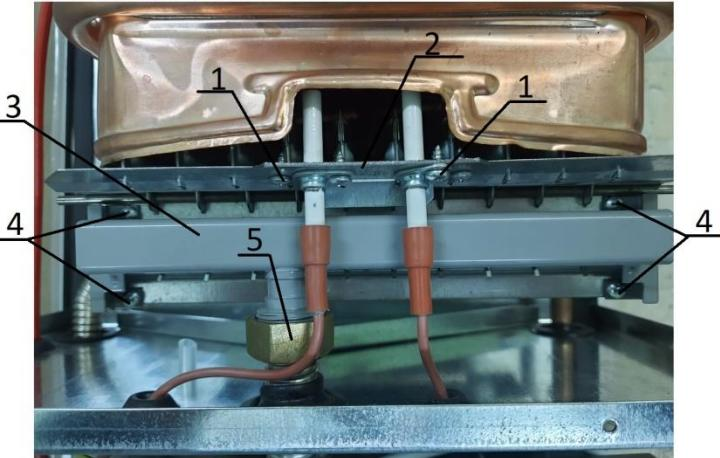

Рис. 17. Демонтаж коллектора
4) отвернуть четыре самореза 1 (см. Рис. 17) крепления горелки к задней стенке котла (по два с каждой стороны) и снять горелку.